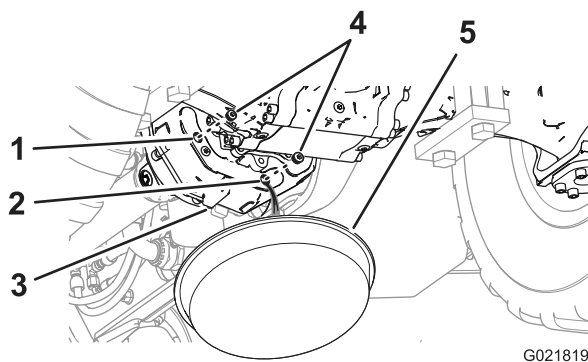

Рисунок 73
- Поместите сливной поддон под заднюю часть картера трансмиссии (Рисунок 73).
- Отверните пробки сливного и смотрового отверстий картера трансмиссии (Рисунок 73).